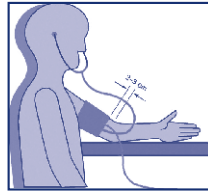

Bild 1
- Schieben Sie die Manschette über den Arm, bis die Unterkante der Manschette 2-3 cm oberhalb der Armbeuge liegt (Bild 1).